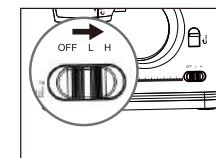

Abb.9
6. Schieben Sie den Netzschalter in die Low-Speed- oder High-Speed-Position und die Maschine beginnt automatisch zu nähen. Für Anfänger empfehlen wir eine niedrige Geschwindigkeit (Abb. 9).